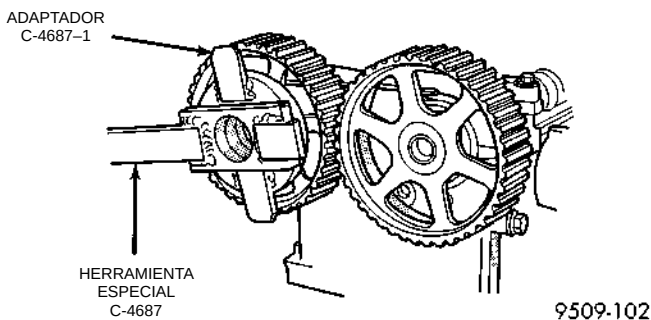

Fig. 53 Desmontaje/instalación del perno de la rueda dentada del árbol de levas
(2) Sostenga la rueda dentada del árbol de levas con la Herramienta especial C-4687 y el adaptador C4687-1 mientras retira/instala los pernos (Fig. 53).